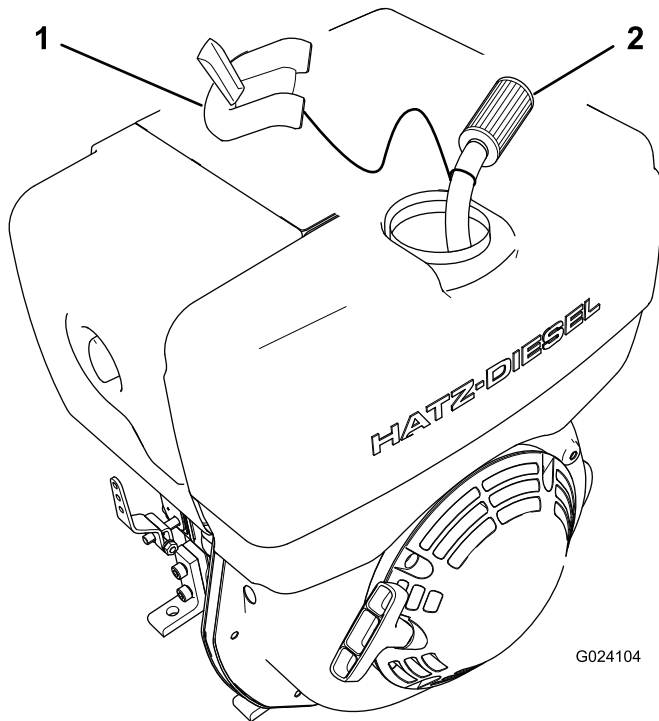

Figura 28
3. Retire el filtro de combustible del depósito de combustible (Figura 28).